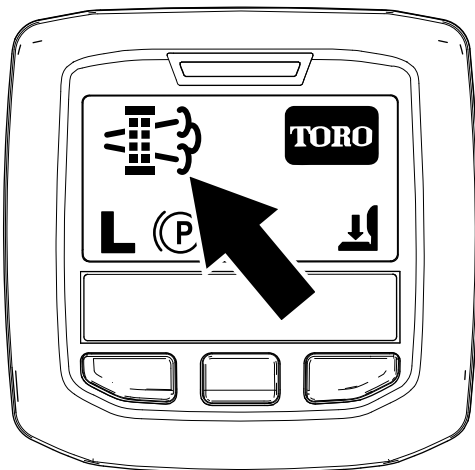

Bild 70
- Wenn der Motorcomputer eine geparkte Regenerierung oder eine Wiederherstellung-Regenerierung anfordert, wird das Symbol für die Anforderung einer Regenerierung (Bild 70) im InfoCenter angezeigt.